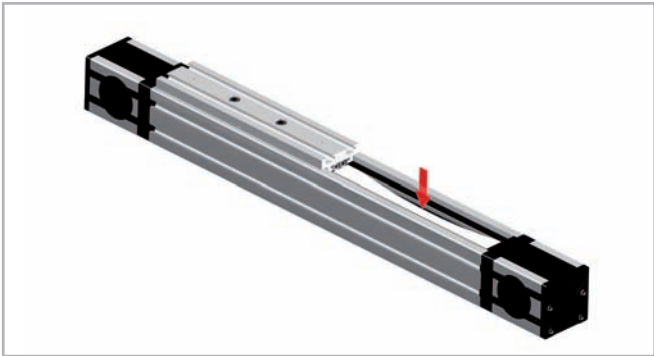

Fig. 72
2. Pressez et déplacez légèrement la courroie crantée au milieu de sa longueur afin que vous puissiez voir les rails intérieurs (voir fig. 72). Il faut éventuellement desserrer ou relâcher la tension de la courroie. Pour cela voir chapitre Tension de la courroie (voir p. US-65)